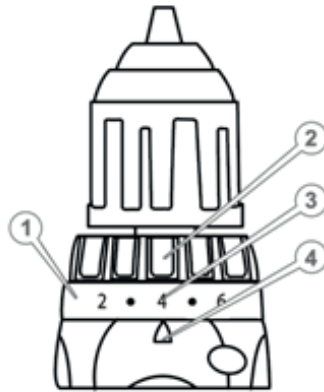

Рисунок 3. Схема встановлення ступеня крутного моменту.
– кільцем-регулятором муфти (2, рис. 1 та 2) встановити необхідний крутний момент або режим свердління. Крутний момент визначається експериментально й має відповідати діаметру з'єднання та твердості матеріалу, у який він вкручується. Якщо докласти занадто великий момент, головка шурупа може бути пошкоджена. Обов'язково відрегулювати положення кільця регулятора моменту затягування відповідно до діаметра гвинта. На виробі ступінь крутного моменту позначений цифрами, і мітками – на кільці-регуляторі крутного моменту затягування. Значення крутного моменту, що відповідає положенню цифри «1», є мінімальним і навпаки (рис. 3). Провернути кільце регулювання крутного моменту у вибраному напрямку до поєднання трикутної мітки на верхньому боці корпусу з одним із цифрових символів кільця (або з однією з міток градуювання). Перед початком роботи закрутити пробний шуруп для вибору крутного моменту, необхідного для цього матеріалу й розміру шурупів.